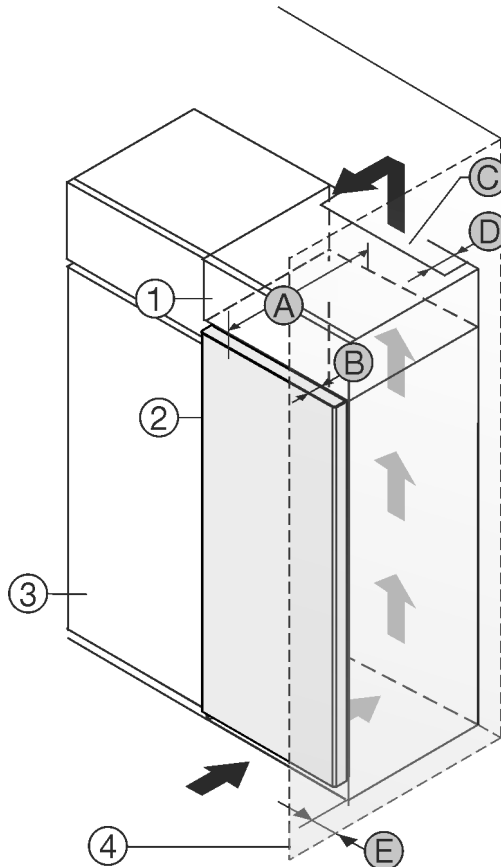

Fig. 1
Ju mund ta instaloni pajisjen direkt ngjitur me dollapin e kuzhinës Fig. 1 (3)*
Në faqen e pasme të dollapit së montimit duhet të ketë një hapësirë ajrimi me thellësi Fig. 1 (D) në të gjithë gjerësinë e dollapit të montimit.*
Nën mbulesën e hapësirës duhet respektuar seksioni tërthor i qarkullimit të ajrit Fig. 1 (C)*
Nëse instaloni pajisjen me mentesha pranë një muri Fig. 1 (4), atëherë duhet që distanca midis pajisjes dhe murit të jetë të paktën 13 mm *
Në mënyrë që dera të mund të hapet plotësisht, duhet që pajisja të dalë jashtë përpara kanatit të dollapit të kuzhinës sa thellësia e derës Fig. 1 (B). Në varësi nga thellësia e dollapëve të kuzhinës Fig. 1 (3) dhe përdorimi i ruajtësve të distancës nga muri, pajisja mund të dalë më shumë përpara dollapit.*